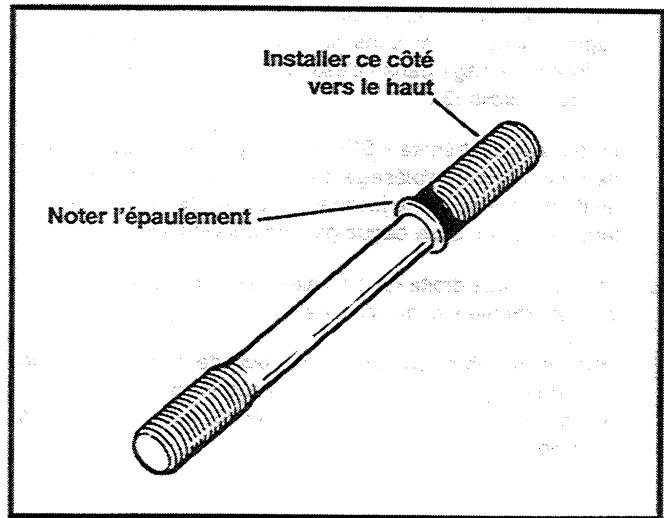

Figure 3-90. Goujons du cylindre
15. Les goujons du cylindre ont un épaulement à leur extrémité supérieure, voir Figure 3-90.